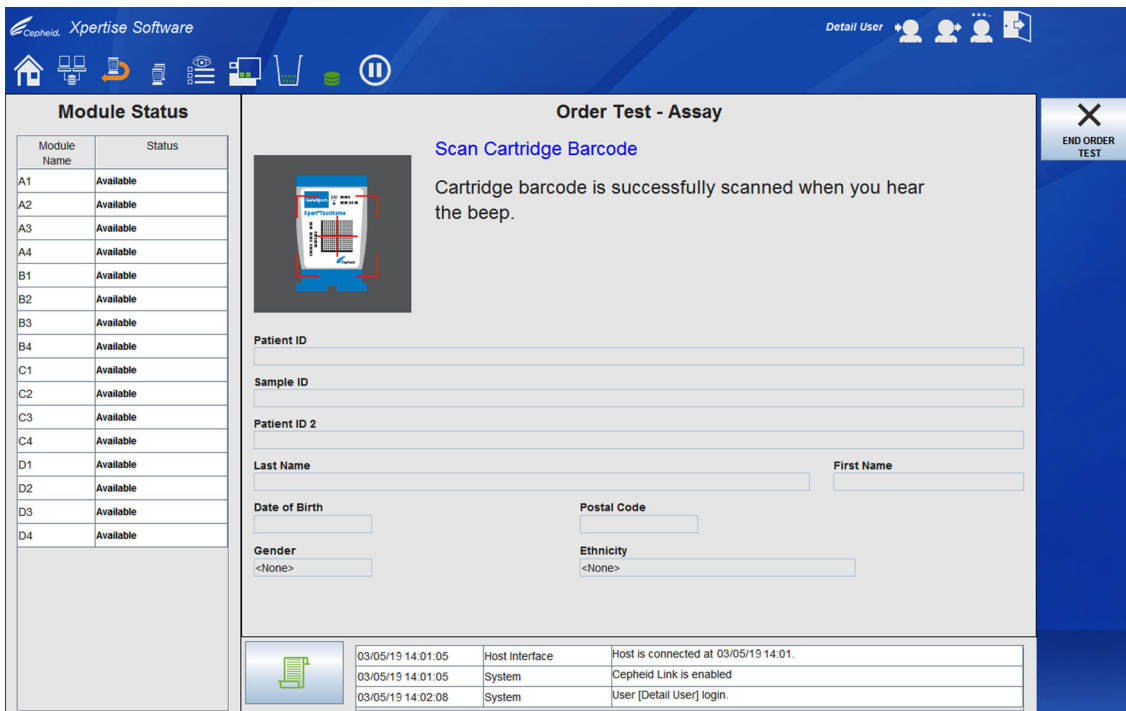
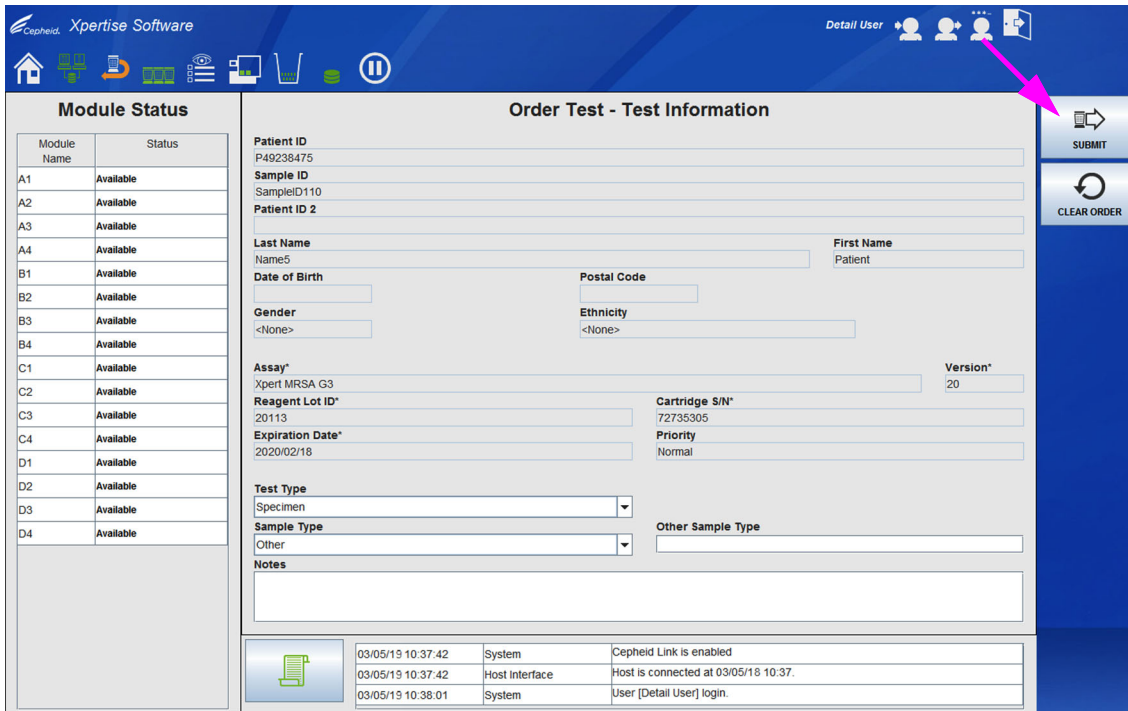
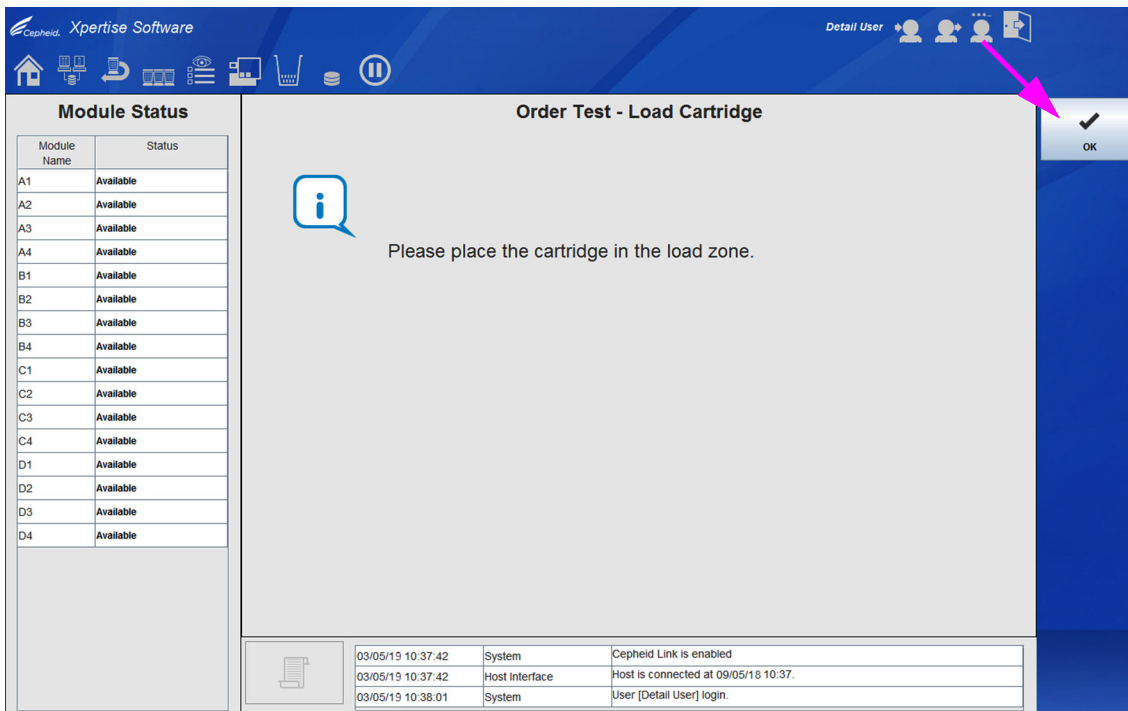
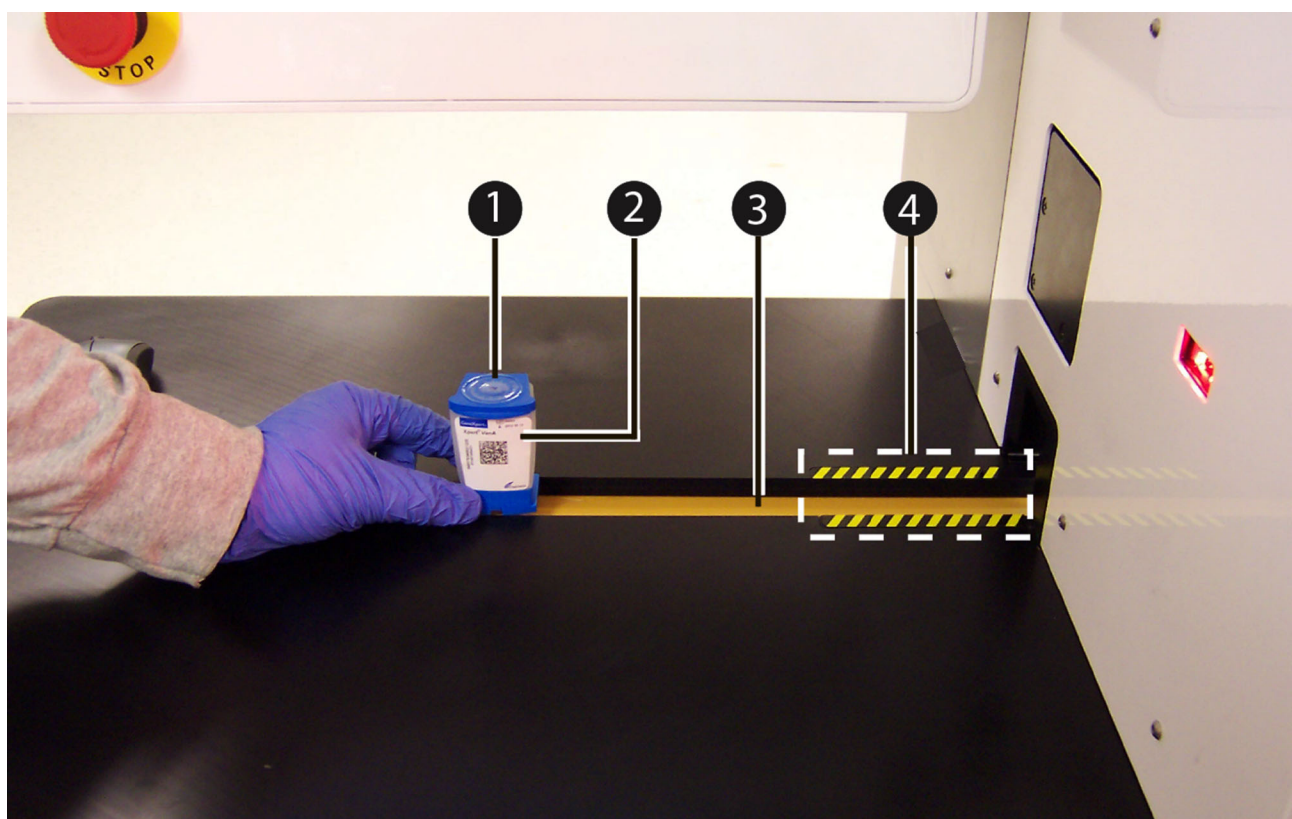

Figura 5-204. Área de trabalho Order Test (Pedir teste) – Assay (Ensaio)
Figura 5-206. Área de trabalho Order Test (Pedir teste) – Test Information (Informação do teste)
Figura 5-207. Área de trabalho Order Test (Pedir teste) – Load Cartridge (Carregar cartucho)
Figura 5-208. Colocar o cartucho no tapete rolante
- Se **Auto Submit Order (Enviar pedido automaticamente)** estiver ativado na área de trabalho Automation (Automatização), a área de trabalho Order Test (Pedir teste) – Assay (Ensaio) será apresentada para ler o próximo cartucho (ver Figura 5-204). Carregue (ou coloque) o cartucho no tapete rolante. Ver Figura 5-208.
- Se **Auto Submit Order (Enviar pedido automaticamente)** não estiver ativado na área de trabalho Automation (Automatização), a área de trabalho Order Test (Pedir teste) – Test Information (Informação do teste) não será apresentada. Ver Figura 5-206.
4. Na área de trabalho Order Test (Pedir teste) – Test Information (Informação do teste) (ver Figura 5-206), reveja o pedido. Se necessário, introduza informações adicionais ou notas e depois seleccione o botão **SUBMIT (ENVIAR)**. A área de trabalho Order Test (Pedir teste) – Load Cartridge (Carregar cartucho) é apresentada. Ver Figura 5-207.
6. Na área de trabalho Order Test (Pedir teste) – Load Cartridge (Carregar cartucho), seleccione o botão **OK** (ver Figura 5-207). A área de trabalho Order Test (Pedir teste) – Assay (Ensaio) será apresentada para ler outro cartucho. Ver Figura 5-204.
7. Tal como indicado na área de trabalho Order Test (Pedir teste) – Load Cartridge (Carregar cartucho) (ver Figura 5-207) e ilustrado na Figura 5-208, carregue (ou coloque) o cartucho (item n.º 1) na zona de carregamento do tapete rolante (item n.º 3), fora das riscas amarelas e pretas (item n.º 4). Certifique-se de que coloca o cartucho no tapete rolante com a etiqueta (item n.º 2) virada para si. O tapete rolante desloca o cartucho para dentro do sistema. O gantry coloca o cartucho num módulo GeneXpert disponível.
8. Continue a ler cartuchos para teste repetindo o Passo 3 até ao Passo 7 até todos os cartuchos terem sido processados. Quando todos os cartuchos tiverem sido processados, seleccione **END ORDER TEST (TERMINAR PEDIDO DE TESTES)** na área de trabalho Order Test (Pedir teste) – Assay (Ensaio). Ver Figura 5-204.